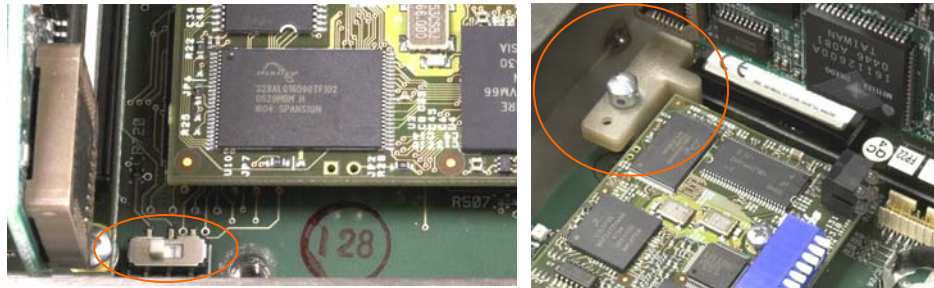

Abbildung 2-85: Metrologie-Sicherheitsschalter (links) und installierte Abdeckung (rechts)
2. Die Sicherheitsabdeckung installieren, um den Zugriff auf S-1, den in Abbildung 2-85 gezeigten Metrologie-Sicherheitsschalter, und die Hauptplatinenschalter zu verhindern.